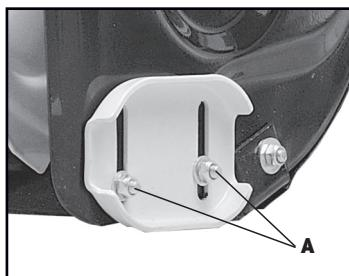

Рис. 19
- Для регулировки направляющих лыж ослабьте четыре фланцевые гайки (по две с каждой стороны) и болты (рис.19, A).